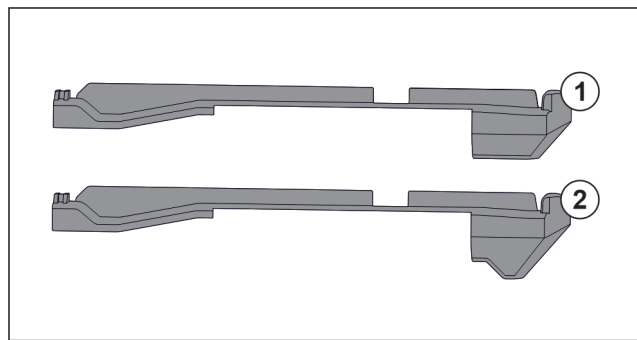

Fig. 141 Comparaison des éléments emboîtables
L'appareil comprend deux éléments emboîtables différents. L'élément emboîtable au-dessus du tiroir inférieur Fig. 141 (2) a un bord triangulaire. Tous les autres éléments emboîtables Fig. 141 (1) ont un bord droit.
- Poser l'élément emboîtable Fig. 141 (2) avec le bord triangulaire sur le tiroir inférieur.
- Poser l'élément emboîtable Fig. 141 (1) avec le bord droit à tous les autres endroits.